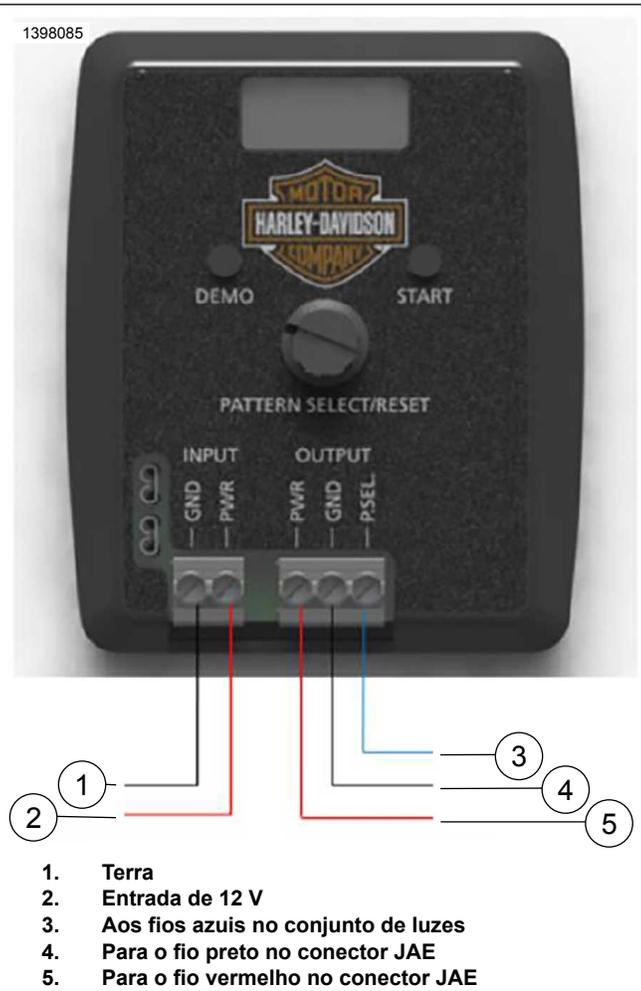

Figura 10. Configuração da programação do padrão
1. Veja a figura 10. Conecte a fonte de alimentação de 12 V ao PSCP.
2. Veja a figura 10. Conecte a luz aos terminais de SAÍDA do PSCP (requer um fio fornecido pela concessionária).